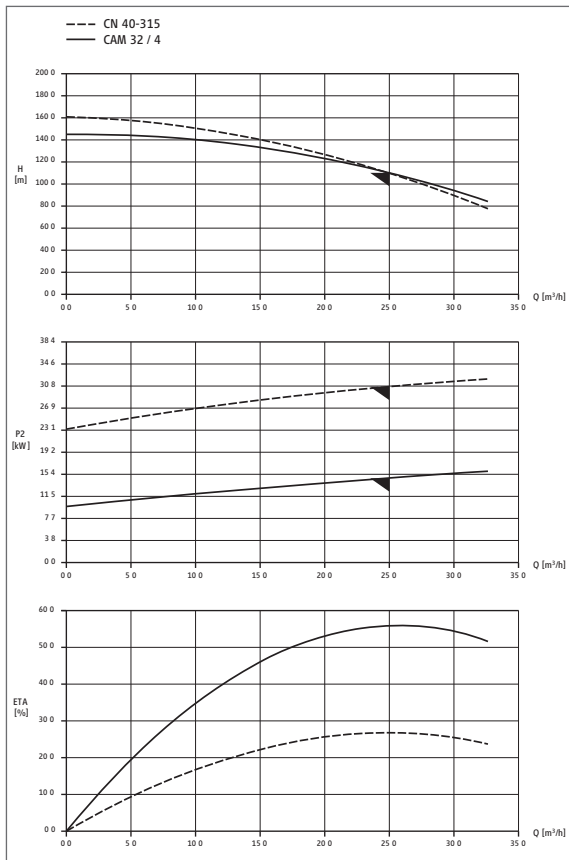

Abbildung 4: Kennlinien für Chemienormpumpe und Gliederpumpe mit Spaltrohrmotor
Zunächst wird eine einstufige Spaltrohrmotorpumpe mit einer Chemienormhydraulik der Baugröße 40 - 315 mit 2960 min⁻¹ ausgewählt. [Abbildung 4] Der Gesamtleistungsbedarf beträgt laut Kennlinie 30,7 kW, bei einem Wirkungsgrad von 26,8 %. Die spezifische Drehzahl beträgt gemäß Gleichung (1) $n_q = 7$. Verteilt man die Gesamtförderhöhe auf mehrere Stufen, so kann man eine vierstufige Gliederpumpe mit Spaltrohrmotor CAM 32/4 und einer Drehzahl 2955 min⁻¹ alternativ auswählen. Dabei erhöht sich die spezifische Drehzahl auf $n_q = 21$. Laut Kennlinie beträgt der entsprechende Gesamtleistungsbedarf nur noch 14,8 kW, weil sich der Pumpengesamt-Wirkungsgrad auf 55,8 % erhöht! Die einzusparende Leistungsdifferenz beträgt 15,9 kW, was sich positiv auf den Energieverbrauch auswirkt. Die Investitionen für mehrstufige Spaltrohrmotorpumpen sind konstruktiv bedingt höher als die für einstufige Spaltrohrmotorpumpen. Durch den erforderlichen kleineren Spaltrohrmotor wird jedoch ein Teil der Mehrkosten kompensiert, so dass sich der Preisunterschied relativiert. Die Produktionskosten eines Spaltrohrmotors betragen im Schnitt ca. 2/3 des Pumpenpreises. Bei diesem Beispiel wird bei angenommenen 8.000 Betriebsstunden und einem Energiepreis von 0,08 € pro kWh die jährliche Einsparung an Energiekosten ca. 10.176 € betragen. Damit ist die höhere Investition in kurzer Zeit amortisiert.